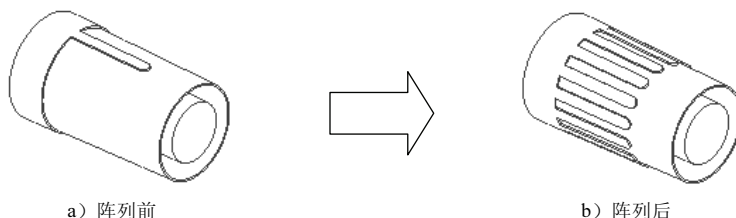

图 8.13 环形阵列 1
(4) 单击“拉伸”对话框中的 **确定** 按钮，完成拉伸特征 1 的创作。
Step 7 创建图 8.13 所示的环形阵列 1。